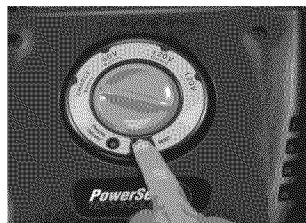

Figure 23 - Appuyez sur le disjoncteur
4. Repoussez le bouton blanc du disjoncteur dans le boîtier pour réenclencher le disjoncteur (voir la Figure 23). Le bouton devrait demeurer enfoncé lorsque vous le relâchez. Branchez le cordon d'alimentation de la tondeuse dans la rallonge électrique, si vous utilisez l'alimentation 120 V.